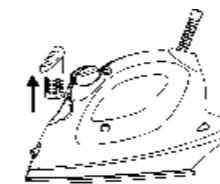

Рис.3
2. Извлеките картридж "Anti-Calc" из отверстия для заливки воды в утюге (Рис.3).